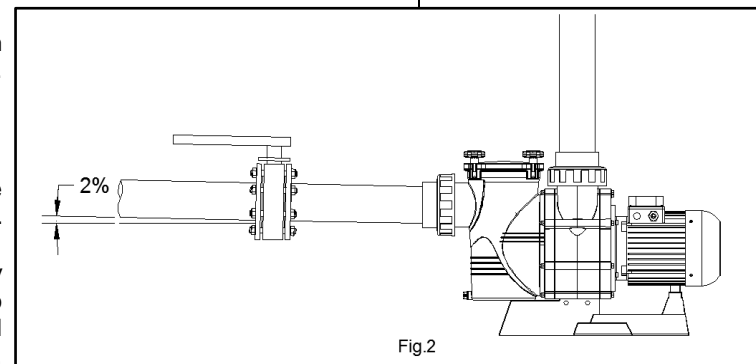

Fig. 2
- The connection of the pipe must be threaded into the mouths of the pump using the right accessories (Fig. 2).
- La conexión de la tubería debe efectuarse roscada a las bocas de la bomba utilizando los accesorios adecuados (Fig. 2).
- La instalación de los tubos de impulsión se hará completamente perpendicular y bien centrada respecto a la boca a conectar con el fin de evitar que la bomba y el tubo estén sometidos a unos esfuerzos externos que, aparte de dificultar el montaje, podría llegar a romperlos. (Fig. 2)
Apart from making assembly more difficult, this pressure could even break them (Fig. 2).
- Suction tube installation is done at a slight angle of 2 % towards the pump, thus avoided siphon formation (Fig.2).
formación de bolsas de aire. (Fig.2).